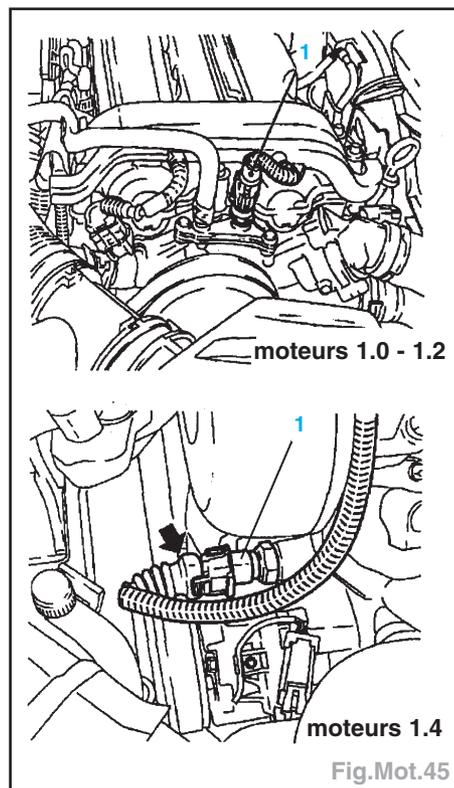

Fig.Mot.45
- Débrancher la fiche de faisceau et déposer le capteur de température (1) (Fig.Mot.45).